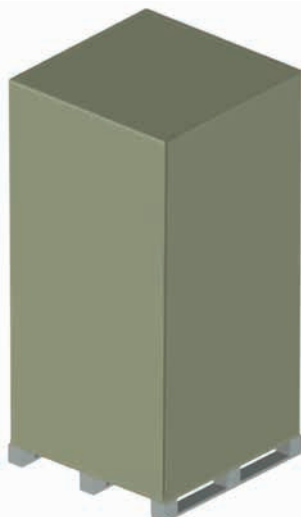

Fig. 4.2
- Atunci când mașina ambalată este poziționată în apropierea instalației, îndepărtați ambalajul de hârtie, extrăgându-l de sus (Fig. 4.2).